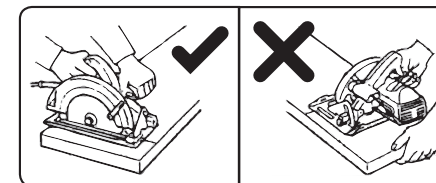

Abb. 9
2. Ergreifen Sie die Säge fest mit beiden Händen am Hauptgriff und am vorderen Griff (siehe Abb. 9) und legen Sie sie mit dem Vorderteil der Grundplatte so